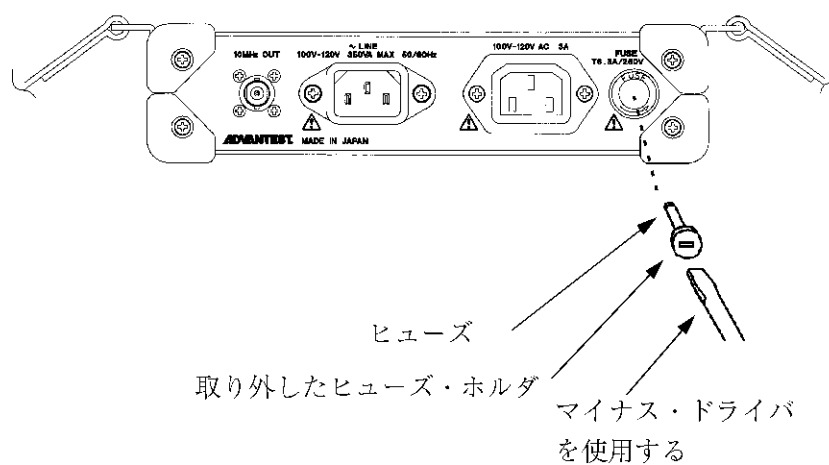

図 1-2 電源ヒューズの交換
3. 背面パネルにあるヒューズ・ホルダを、マイナス・ドライバを使用して取り出します (図 1-2 参照)。